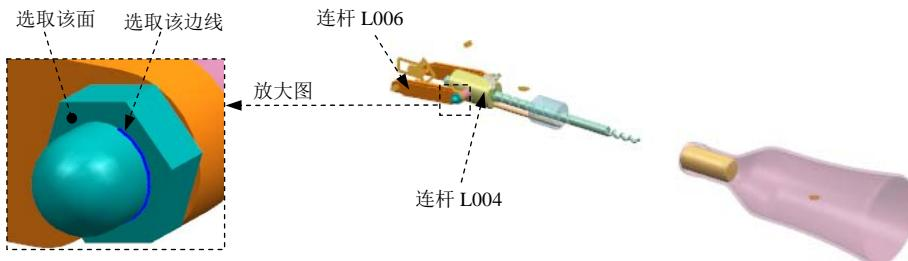

图 10.7.15 定义共线连接 (二)
(1) 选择连杆。选取图 10.7.15 所示的连杆 L004。
(2) 定义原点及矢量。在“运动副”对话框的  指定原点 下拉列表中选取“圆弧中心”
选项，在模型中选取图 10.7.15 所示的圆弧为定位原点参照；选取图 10.7.15 所示的面作为矢量参考面。
(3) 添加啮合连杆。在“运动副”对话框的基本区域中选中  喷合连杆 复选框，单击选择连杆 (0)，选取图 10.7.15 所示的连杆 L006。
(4) 定义啮合连杆原点及矢量。在“运动副”对话框基本区域的  指定原点 下拉列表中选取“圆弧中心”  选项，在模型中选取图 10.7.15 所示的圆弧为定位原点参照；选取图 10.7.15 所示的面作为矢量参考面。
(5) 单击 应用 按钮，完成第六个运动副的添加。